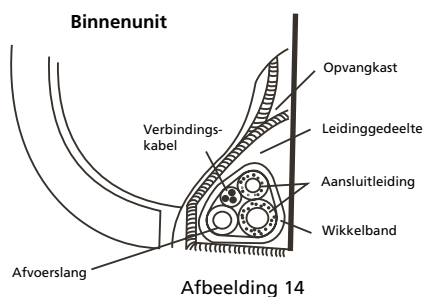

Afbeelding 13
- b. Binnendeel: Draai de wartelmoer eerst met de hand vast aan de leidingen van het binnendeel en draai de wartelmoer vervolgens met een steeksleutel en een momentsleutel vast zoals getoond in Fig. 13.
- c. Buitendeel: Draai de wartelmoer met de hand vast aan de aansluitingen op de kranen van het buitendeel en draai de moer vervolgens met een steeksleutel en een momentsleutel vast zoals getoond in fig. 13.